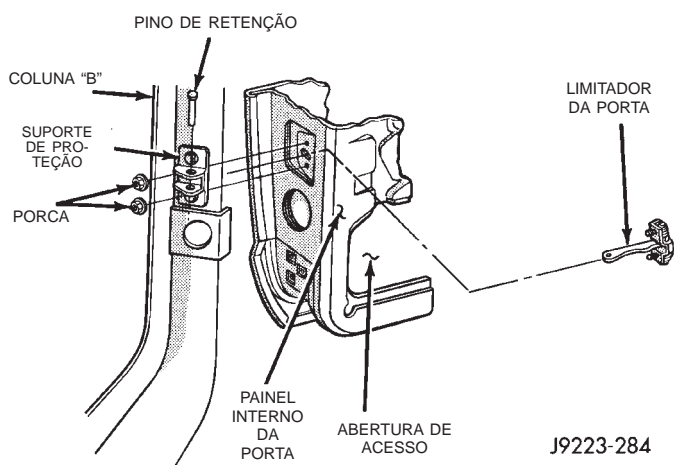

Fig. 54 Limitador da Porta
(1) Remova o painel de acabamento da porta.
(2) Com um punção, remova do suporte o pino retentor do limitador da porta.
(3) Remova as porcas e o limitador através da abertura de acesso do painel interno da porta (Fig. 54).